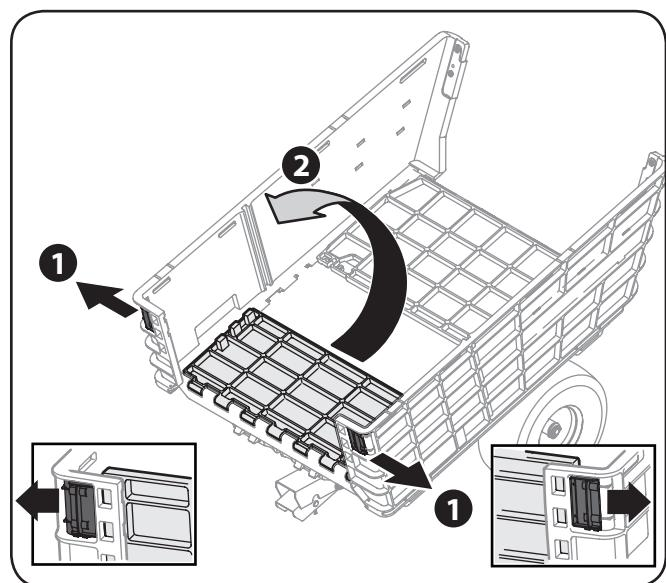

Figure 3-6
- Relevez le panneau avant, puis tirez les loquets de verrouillage jusqu'à ce qu'ils s'enclenchent pour fixer le panneau avant entre les panneaux latéraux. Voir Figure 3-6.